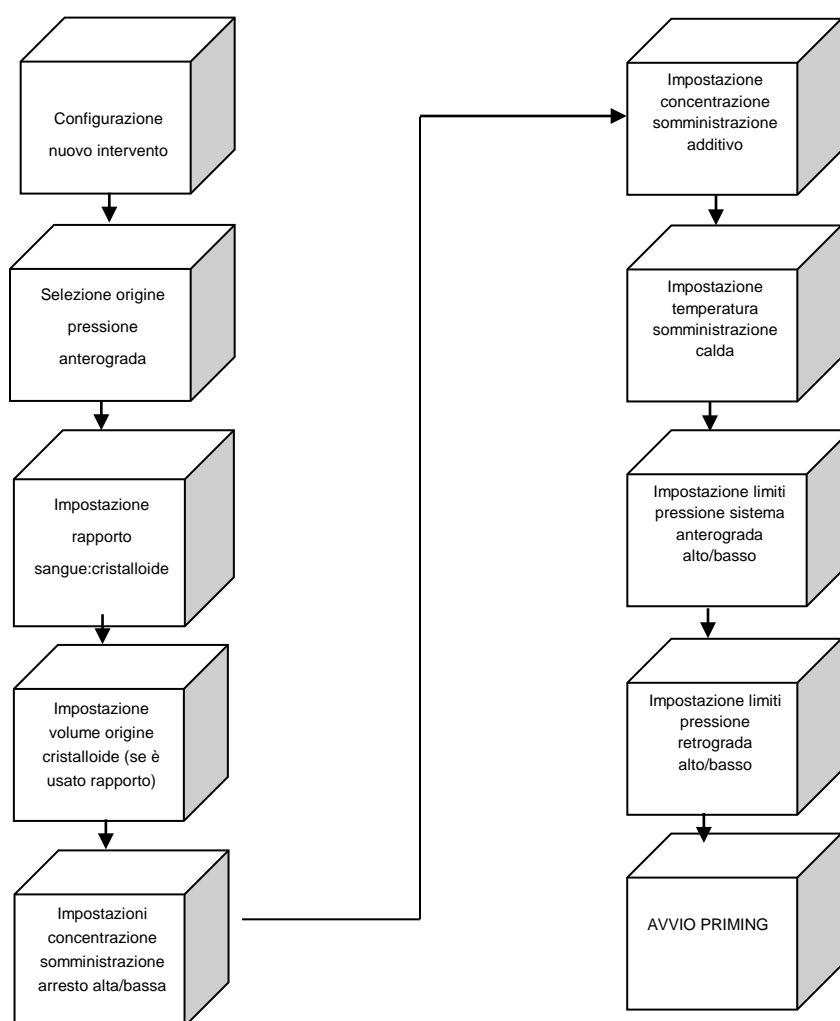

**FIGURA 6-9:
1. Collegare la parte a linea singola del set a Y alla linea di somministrazione dello scambiatore di calore (figura 6-9).
3. Inserire la linea di somministrazione a strisce rosse anterograda del set a Y nella valvola di somministrazione anterograda (A) (figura 6-9). Per aprire la valvola, premerla e tenerla aperta durante l'inserimento della linea.
4. Inserire la linea di somministrazione a strisce blu retrograda nella valvola di somministrazione retrograda (R) (figura 6-9). Per aprire la valvola, premerla e tenerla aperta durante l'inserimento della linea.